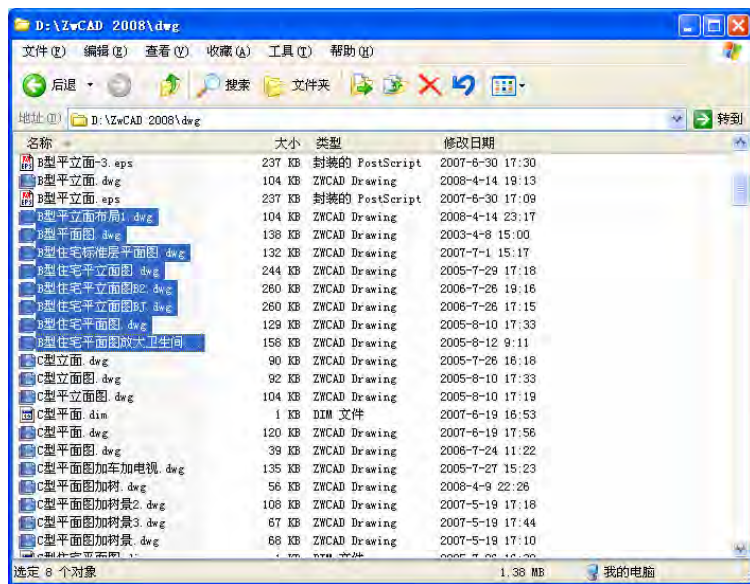

图 A-2 文件或文件夹的操作
1. 首先找到需要进行操作的文件或文件夹，如图 A-2 所示。